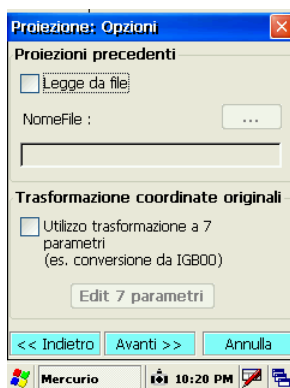

fig. 123
4. selezionare **Leggi da File** fig. 123